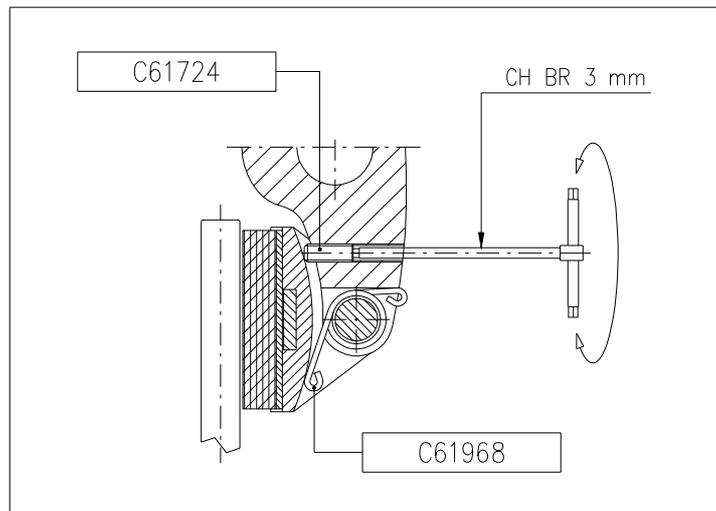

Figura 2
3. Regolare i pattini tramite il grano C61724 ruotandolo in modo opportuno con una chiave CH BR 3; i ferodi devono essere paralleli al disco (Figura 2).
6. Rimontare il pattino ripercorrendo in senso inverso il punto 2, posizionando la molla di allineamento pattini C61968 come indicato in Figura 2.
3. Rimuovere la molla di allineamento pattini C61968 dalla sua sede e sostituirla con una nuova, posizionando la molla come indicato in Figura 2.